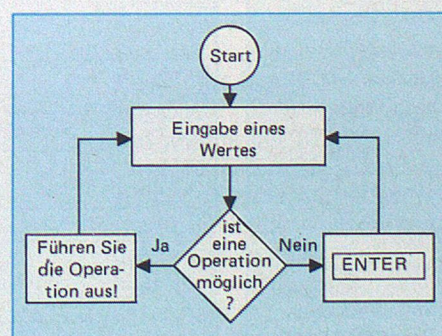

Bild 1: Mit der UPN kann man immer nach diesem Schema arbeiten
Das Flußdiagramm für diese Arbeitsweise mit der UPN zeigt *Bild 1*.
- Probleme kann man stets auf die gleiche Art lösen (nach dem Flußdiagramm in Bild 1).